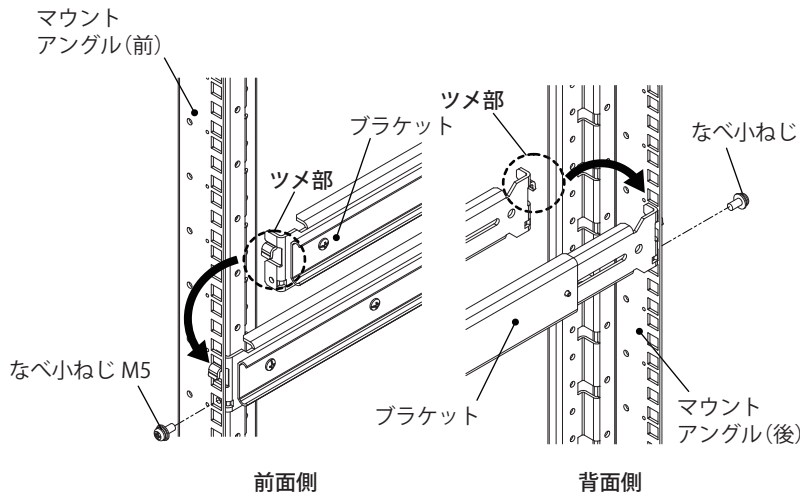

図 3
3. アングル固定金具(上側)の六角穴付ボルト M6(4本)をゆるめてください。(図3)